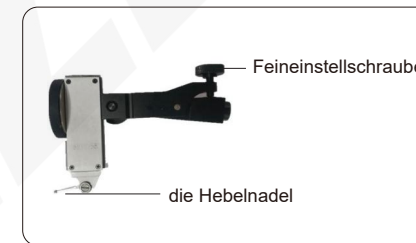

Abb.1
- Achtung: Um Messfehler zu vermeiden, die durch die Elastizität der Feineinstellung verursacht werden, sollten sich die Hebelnadel und die Feineinstellschraube auf der gegenüberliegenden Seite befinden (Abb. 1);